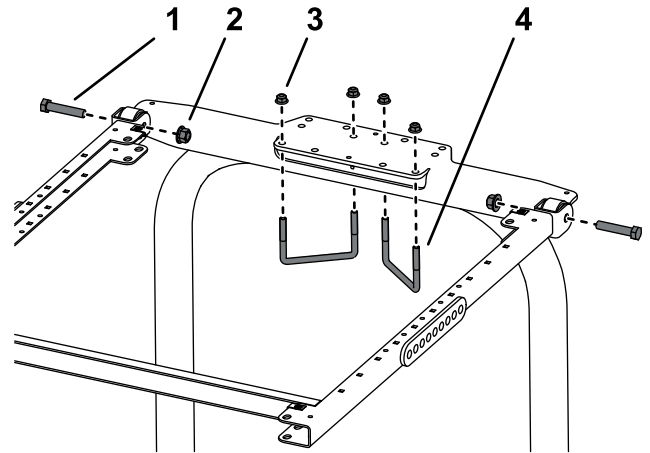

Bild 16
7. Befestigen Sie den Rahmen an der Befestigungshalterung des Überrollschutzes (**Bild 16**).
8. Befestigen Sie die Befestigungshalterung des Überrollschutzes mit zwei U-Bügeln ($4\frac{7}{8}$ " x $2\frac{3}{4}$ ") und vier Bundmuttern in den in **Bild 16** abgebildeten Befestigungslöchern an der Oberseite des Überrollbügels.
6. Befestigen Sie die Befestigungshalterung des Überrollschutzes an der Oberseite des Überrollbügels der Zugmaschine (**Bild 16**).